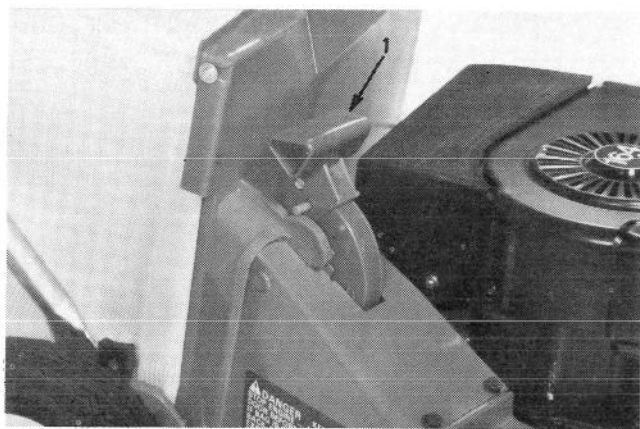

Figure 20
5. Tournez la poignée vers le haut jusqu'à ce qu'elle s'enclenche dans le cran à l'arrière du loquet du sac (Fig. 20). La porte dans l'éjecteur est alors ouverte.